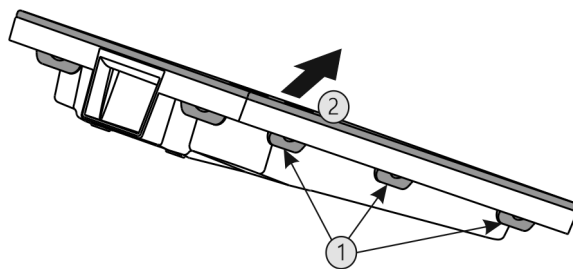

Fig. 44
- Appuyer sur toutes languettes Fig. 44 (1) l'une après l'autre et enlever le couvercle Fig. 44 (2).